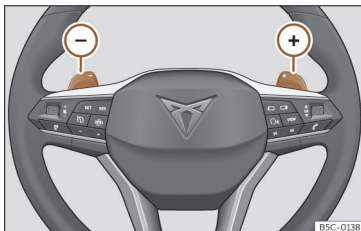

Fig. 158 Volante: alavancas de mudança automática de velocidade.
- Pressione a alavanca de mudanças  para engrenar uma velocidade mais alta >>> **Fig. 158**.